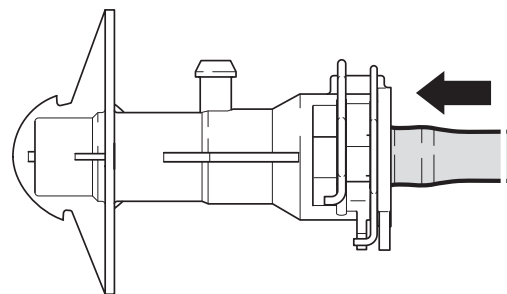

Bild 7: Bei eingeschobenem Leitungsanschluß und geschlossenen Clips ist die Entlüftungsbohrung geschlossen
8. Leitung bis zum Anschlag in den Anschluß schieben (Bild 7)